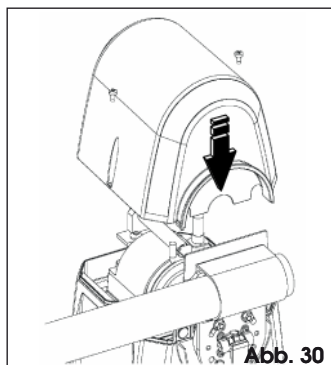

Abb. 30
- Die obere Schutzabdeckung positionieren, Abb. 30.